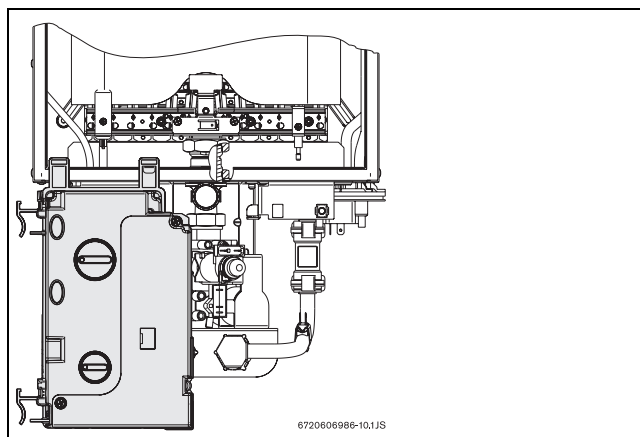

Fig. 14 Posizione d'aggancio del quadro comandi (accesso alle regolazioni gas)
- Dopo l'estrazione del quadro comandi, agganciarlo come da Fig. 14.